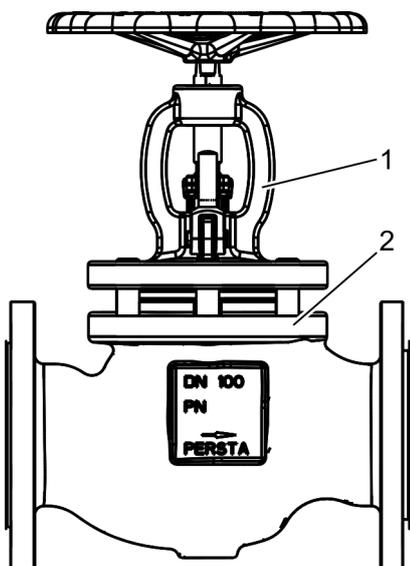

Fig. 34: Ensartar el bonete
33. ▶ Ensarte el bonete (Fig. 34/1) en los espárragos roscados del cuerpo de la válvula (Fig. 34/2).